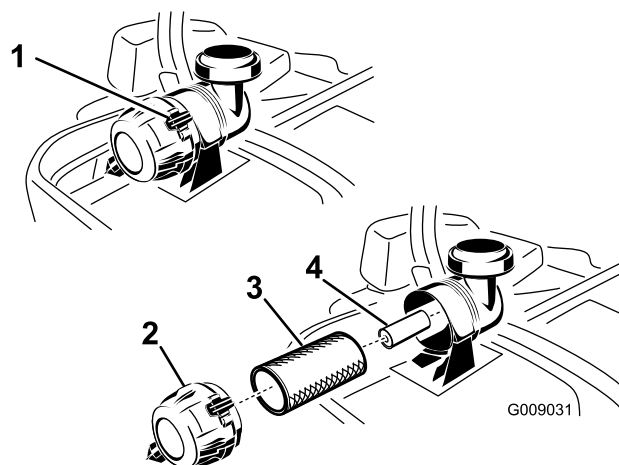

Figure 47
3. Appuyez sur les attaches du filtre à air pour les ouvrir et détachez le couvercle du corps du filtre à air (Figure 47).
5. Sortez le préfiltre du boîtier du filtre avec précaution (Figure 47). Évitez de cogner l'élément à l'intérieur du boîtier.
1. Ne nettoyez pas l'élément en papier, remplacez-le (Figure 47).
2. Si vous remplacez l'élément secondaire, insérez-le avec précaution dans le boîtier du filtre (Figure 47).
3. Placez ensuite le préfiltre sur l'élément secondaire avec le même soin (Figure 47).
- Montez le couvercle, reniflard en bas, et tournez-le pour que les attaches verrouillent le couvercle en place (Figure 47).